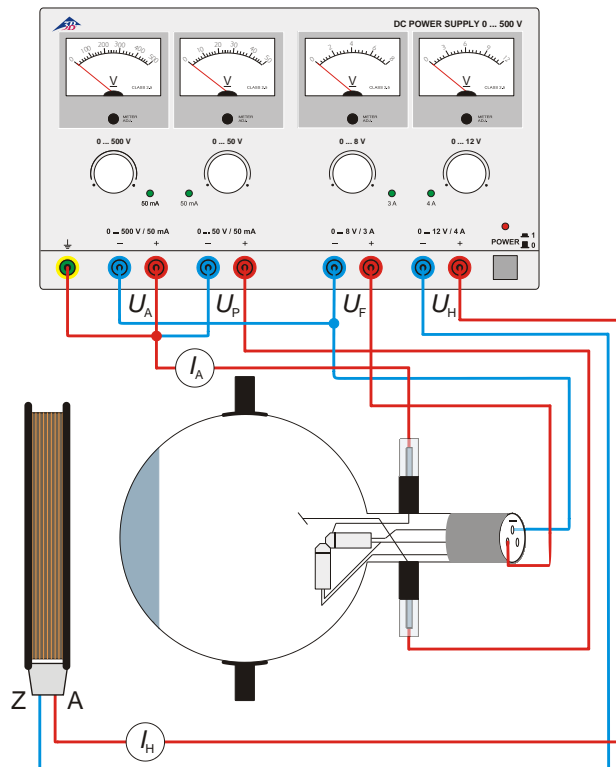

Fig. 6 Effetto di un campo magnetico assiale
- Inserire una bobina nel portatubi in modo tale da racchiudere lo schermo fluorescente. Cablare il tubo come indicato nella fig. 6.